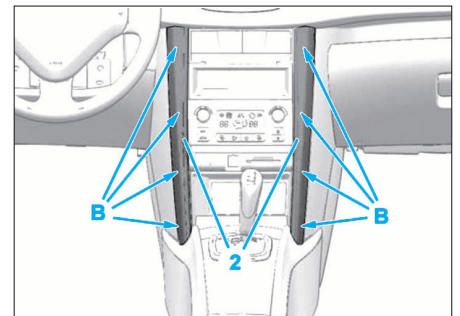

FIG. 5
- Décliper avec précaution les enjoliveurs latéraux (2) de la façade centrale en (B) (Fig.5).